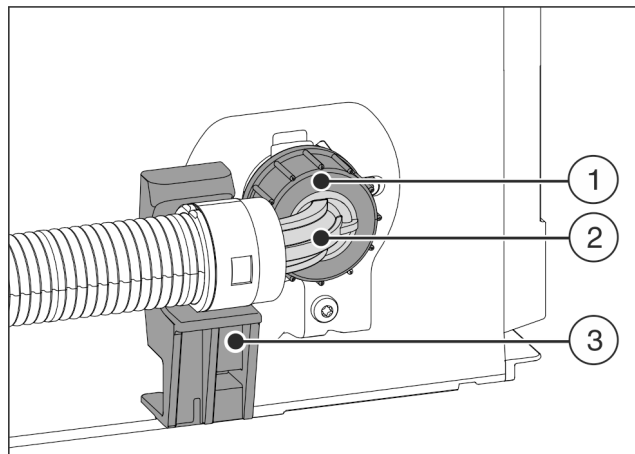

Fig. 23
- ▶ Positionera och håll fast böjd slangände Fig. 23 (2) horisontellt på hållaren Fig. 23 (3).
- ▶ Skruva muttern Fig. 23 (1) på gängan för hand tills den sitter fast.